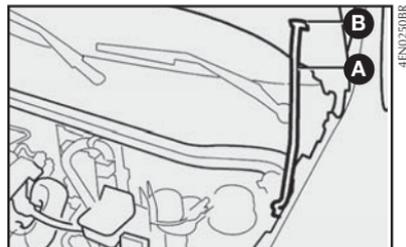

fig. 58
3) Levante el capó por la parte central y al mismo tiempo, suelte la varilla de fijación **A**-fig. 58 de su dispositivo de bloqueo.
- 1) Manténgalo levantado con una mano y con la otra quite la varilla **A-fig. 58** del alojamiento **B** y colóquela en su dispositivo de bloqueo.